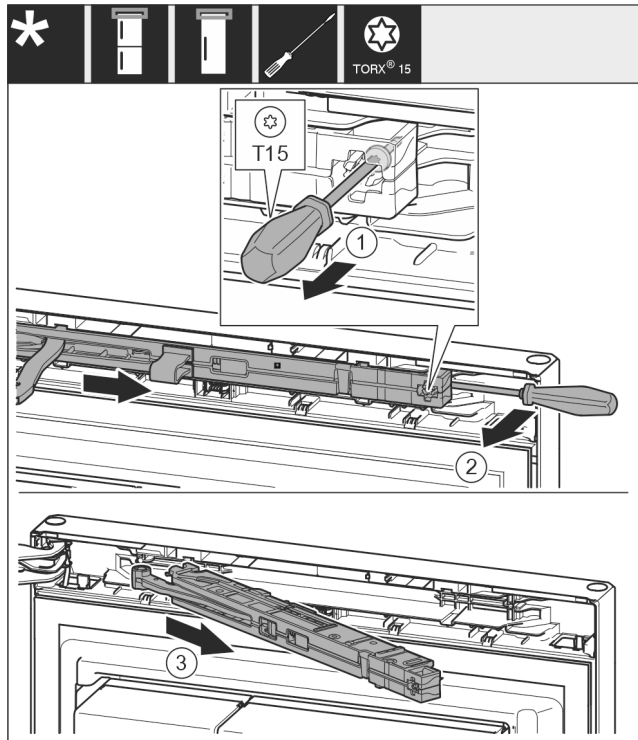

Fig. 12
- Desserrer la vis Fig. 12 (1) de l'unité d'amortissement de fermeture au moyen d'un tournevis 14 mm.
- Décrocher l'unité d'amortissement de fermeture Fig. 12 (2) côté poignée vers l'avant avec un tournevis.
- Retirer l'unité d'amortissement de fermeture Fig. 12 (3).